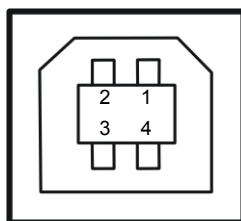

图 5-4 USB-B 型插座
1. USB 接口插座为 USB-B 型插座（如图 5-4 所示）。